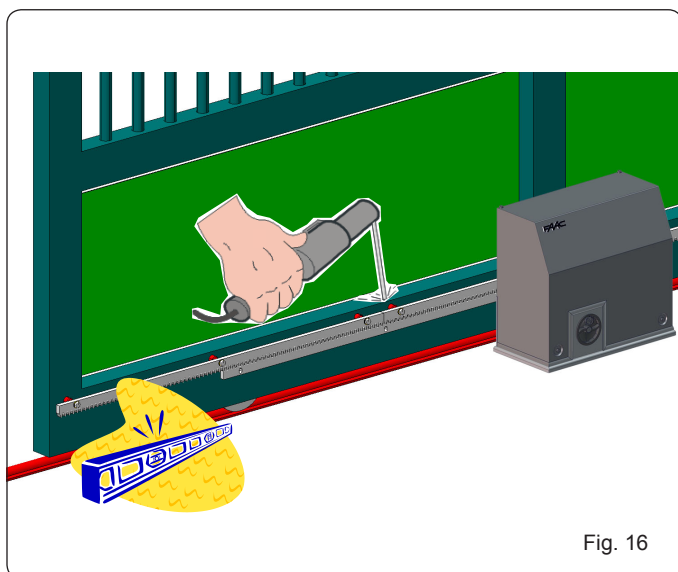

Fig. 16
5. Accostare un altro elemento di cremagliera al precedente utilizzando, per mettere in fase la dentatura dei due elementi, un pezzo di cremagliera come indicato in Fig. 16.